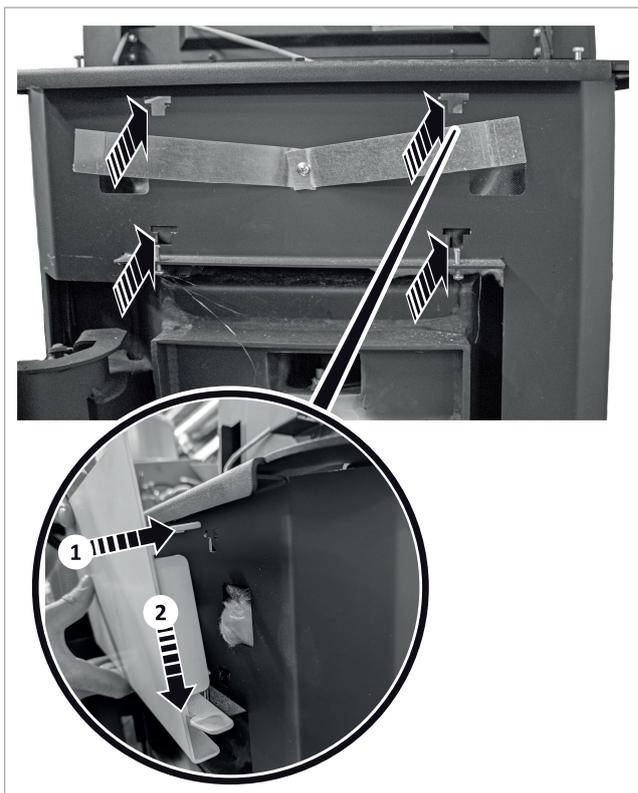

Abb. 7: Verkleidung oberhalb der Brennraumtür montieren
1. Zunächst das Verkleidungsblech oberhalb der Brennraumtür (A) montieren. Dazu bei geöffneter Brennraumtür die T-förmigen Halter in die entsprechenden Aussparungen einführen und das Verkleidungsblech nach unten schieben (siehe → Abb. 7).